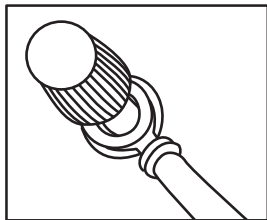

Fig. 1
- Allentare il dado rosso **16** del trasformatore di tensione **1**. Far scorrere l'apertura del terminale a forcella rosso del cavo con connettore maschio dell'accendisigari per auto da 12 V **12** lungo l'attacco a vite **7** (vedere Fig. 1). Prestare attenzione a mantenere la rondella inserita fra il terminale a forcella e il dado **16**.
- Allentare il dado nero **17** del trasformatore di tensione **1**. Far scorrere l'apertura del terminale a forcella nero del cavo con connettore maschio dell'accendisigari per auto da 12 V **12** lungo l'attacco a vite da 12 V **8** (vedere Fig. 1). Prestare attenzione a mantenere la rondella inserita fra il terminale a forcella e il dado **17**.
- Allentare il dado rosso **16** del trasformatore di tensione **1**. Far scorrere il terminale a forcella rosso del cavo con morsetto di collegamento rosso **10** lungo l'attacco a vite da 12 V **7** (vedere Fig. 1). Prestare attenzione a mantenere la rondella inserita fra il terminale a forcella e il dado **16**.
- Allentare il dado nero **17** del trasformatore di tensione **1**. Far scorrere il terminale a forcella nero del cavo con morsetto di collegamento nero **11** lungo l'attacco a vite **8** (vedere Fig. 1). Prestare attenzione a mantenere la rondella inserita fra il terminale a forcella e il dado **17**.